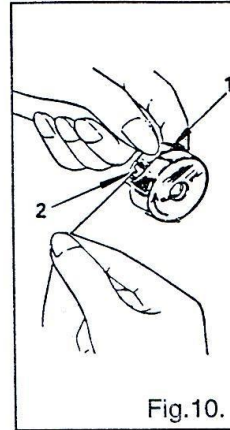
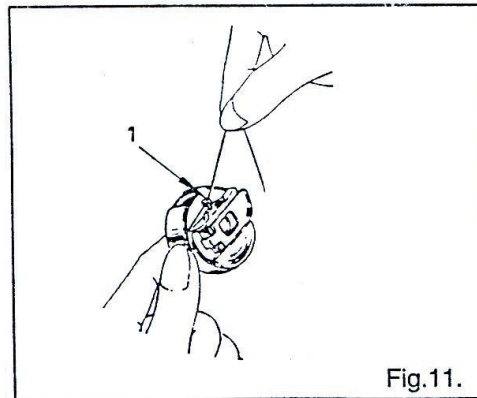

Fig. 10.
Fig. 11.
2. Протяните нить через прорезь (2) на конце натяжной пружины (1) (Рис. 10) и вытяните ее сквозь выходное отверстие (1) шпульного колпачка примерно на мм (Рис. 11).